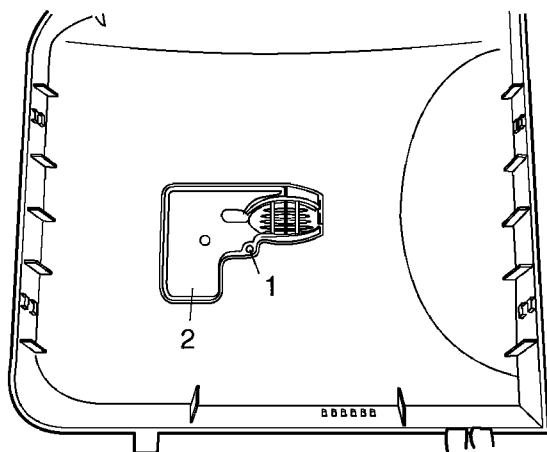

Рис. 14
1. Снять паровой клапан. (Рис. 14)